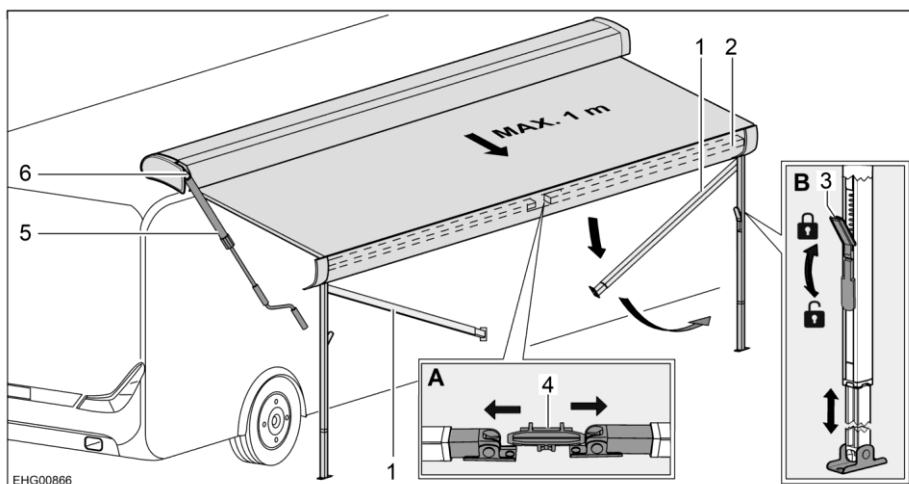

Fig. 49 Mettre les pieds d'appui en place
- Détacher les pieds d'appui (Fig. 49,1) de sur leur support (Fig. 49,4) situé dans le listeau frontal (Fig. 49,2). Pousser pour ce faire légèrement les pieds d'appui vers l'extérieur (Fig. 49,A).
- Débloquer les dispositifs de verrouillage (Fig. 49,3) des pieds d'appui. Pour ce faire, rabattre le levier de verrouillage vers le bas.
- Faire sortir la partie inférieure des pieds d'appui à la longueur désirée (Fig. 49,B).
- Bloquer les dispositifs de verrouillages (Fig. 49,3) des pieds d'appui. Pour ce faire, rabattre le levier de verrouillage vers le haut.
- Nettoyer si nécessaire les pieds d'appui (Fig. 49,1).
- Ouvrir les de verrouillages (Fig. 49,3) des pieds d'appui. Pour ce faire, rabattre le levier de verrouillage vers le bas.
- Enfoncer la manivelle (Fig. 49,5) dans la douille à baïonnette (Fig. 49,6).